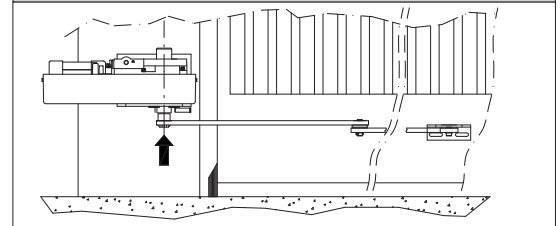

Fig. 8
- A posição correcta que deve ter o braço do accionador, é a representada na fig.8. O ponto de conexão à folha, localiza-se posicionando o braço de maneira a respeitar a medida representada na fig.8.